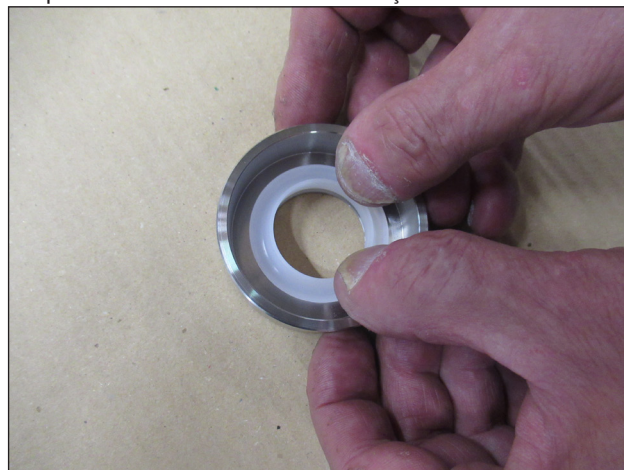

Fig. 28
- A) Monte o raspador no respectivo suporte (Fig. 28), se necessário, com a ajuda de uma tampa, prestando atenção para não danificar a borda da vedação.